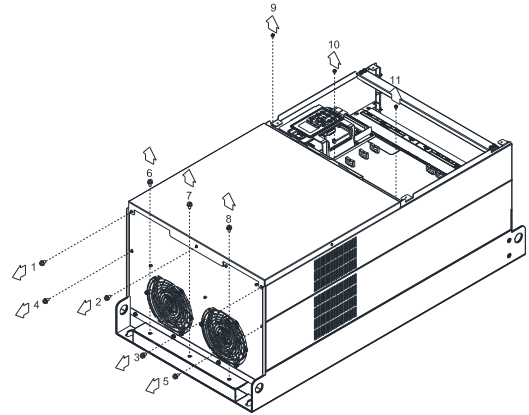

图 2
3. 松开螺丝 (如下图 9~10 所示), 取下盖子 (如图 2 所示)。